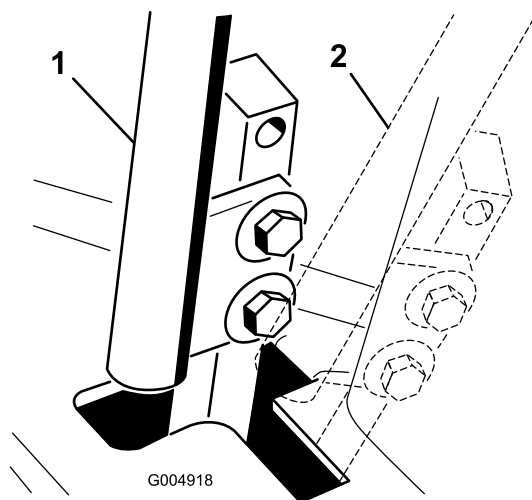

Figure 73
- Placez un des leviers au point mort, **sans le verrouiller** (Figure 73).
- Vérifiez la position du levier par rapport au cran de la console (Figure 73). Il doit être centré de façon à pouvoir pivoter vers l'extérieur jusqu'à la position de verrouillage du point mort.